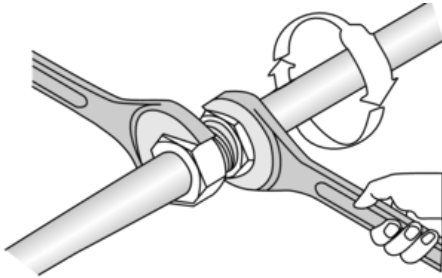

Abb. 9: Anschlusschläuche Verschraubung schlüsselfest
- Beim Nachziehen mit geeigneten Werkzeugen gegenhalten Abb. 9 um Beschädigungen am Wärmeübertrager bzw. Rohrnetz zu vermeiden.